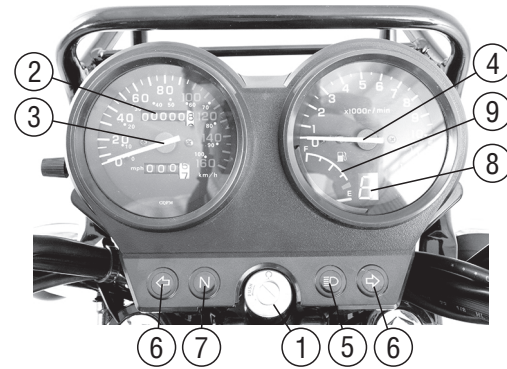

Рис. 7. Панель приборов
**Замок зажигания** (рис. 7, поз. 1). Замок зажигания имеет следующие положения ключа:
**Спидометр** (рис. 7, поз. 2) показывает скорость движения мотоцикла (в километрах в час).
**Одометр** (рис. 7, поз. 3) показывает пробег мотоцикла в километрах от начала эксплуатации.
**Тахометр** (рис. 7, поз. 4) показывает скорость вращения коленчатого вала двигателя (в оборотах в минуту).
**Контрольная лампа дальнего света фары** (рис. 7, поз. 5) указывает на включение дальнего света.
**Контрольные лампы указателей поворотов** (рис. 7, поз. 6) указывают на включение указателей поворотов
**Контрольная лампа нейтральной передачи** (рис. 7, поз. 7) указывает на включение нейтральной передачи.
**Контрольная лампа включенной передачи** (рис. 7, поз. 8) указывает на включение соответствующей передачи.
**Указатель уровня топлива** (рис. 7, поз. 9) показывает количество топлива в баке. Нахождение стрелки в красном секторе указывает на необходимость заправки топливом.